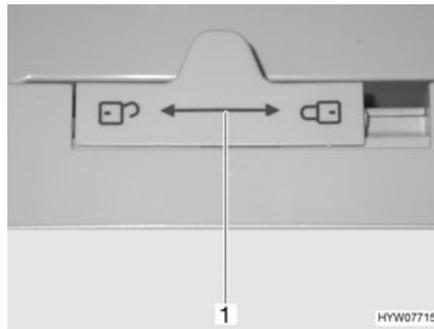

Fig. 217 Bloqueo de la puerta del frigorífico (Dometic de la serie 7)
- Empujar el bloqueo (Fig. 217,1) hacia la izquierda "🔓".
- Empujar el bloqueo (Fig. 217,1) completamente hacia la derecha "🔒".